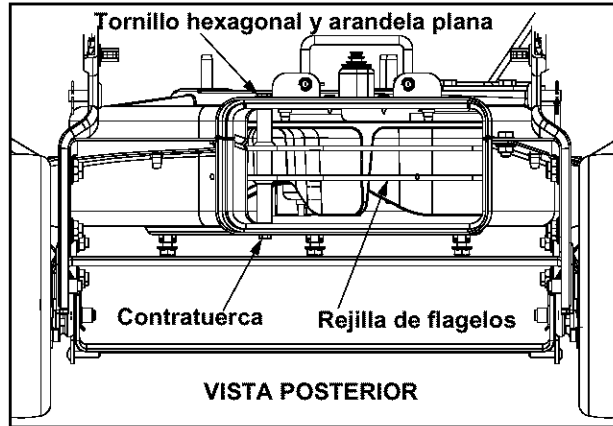

Figura 12
- Ver tener acceso a la rejilla de trituración, retirar el recolector o el tubo de soplado de la máquina como se indica en la sección OPERACION. Ver la figura 12.
- Quitar la contratuerca que sujeta la rejilla de trituración a la carcasa inferior. No es necesario retirar la rejilla. Ver las Figura 12.